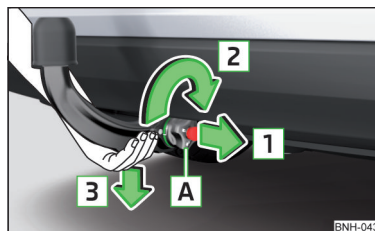

Abb. 138
- › Die Kugelstange **von unten** fassen » Abb. 138.